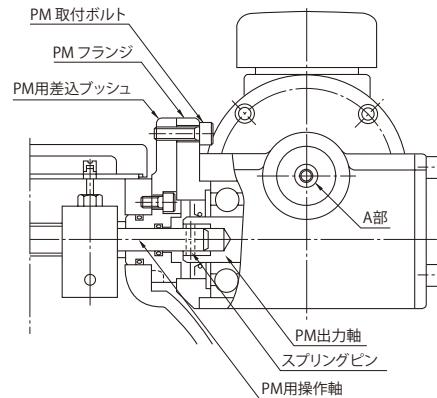

図 7-3 ウォームギヤ方式パイロットモータ構造図
- 手動変速が必要な場合は、パイロットモータの電源を切ってから図 7-3 A 部の六角穴付ボルト(M6)を六角棒レンチ(呼び寸法 5mm)で回すことによって、変速することができます。